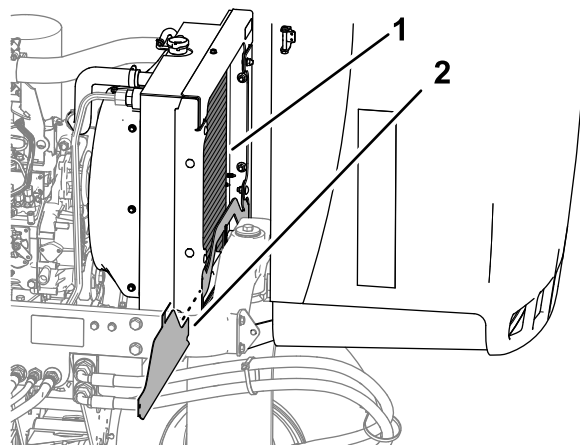

Figure 72
4. Déposez la protection inférieure du radiateur (Figure 72).
5. Nettoyez soigneusement les deux côtés du radiateur avec de l'eau ou de l'air comprimé (Figure 72).